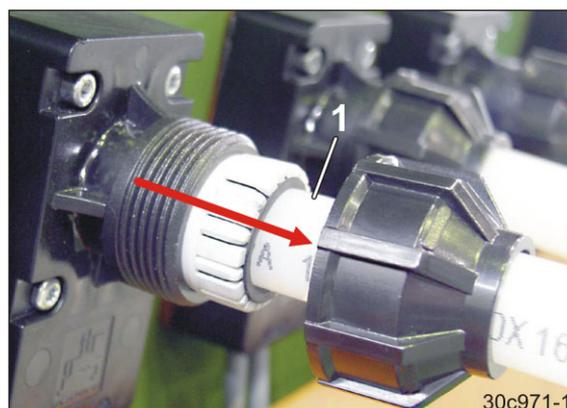

Fig. 7
1. Die Saatleitungsrohre (Fig. 7/1) kennzeichnen und demontieren.